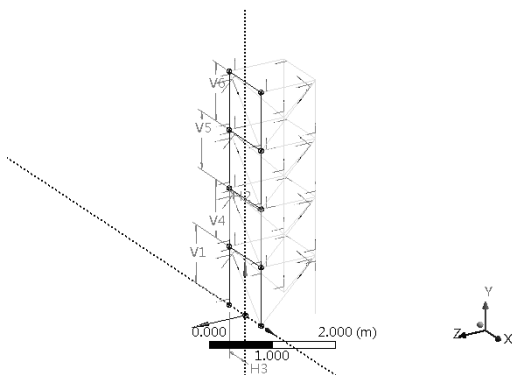

图 5-55 梁单元模型
Step19: 重复以上操作, 完成模型梁单元的建立, 如图 5-55 所示。